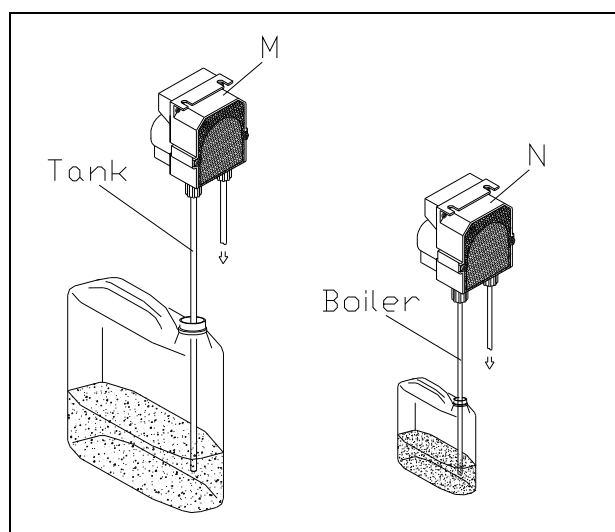

Fig. 3-4
- I dosatori di detersivo (M) (a richiesta) e brillantante (N) sono regolati dal costruttore. Nel caso si rendesse necessaria una diversa taratura agire sulla vite di regolazione degli stessi dosatori. I contenitori di detersivo e brillantante (se non in dotazione all'apparecchio) vanno posti presso la macchina ed il prelievo viene effettuato attraverso i tubi di raccolta trasparente (Tank per il detersivo e Boiler per il brillantante) situati nella parte posteriore dell'apparecchio (fig.3-4).
- The detergent dispenser (M) (optional) and rinse aid dispenser (N) are regulated by the manufacturer. If the setting needs to be changed, turn the regulating screw on the dispensers. The detergent and rinse aid containers (if not provided with the appliance) should be placed next to the machine and connected to the transparent pipes fitted to the back of the appliance (Tank for the detergent and Boiler for the rinse aid) (fig.3-4).
- Die Dosierer des Reinigungsmittels (M) (auf Anfrage) und des Glanzspülmittels (N) werden werkseitig eingestellt. Für andere Einstellungen die Stellschraube der Dosiervorrichtung regeln. Die Behälter für Reinigungsmittel und Glanzspülmittel (wenn nicht mit dem Gerät mitgeliefert) müssen in unmittelbarer Nähe der Maschine stehen und die Entnahme erfolgt über die durchsichtigen Schläuche (Tank für das Reinigungsmittel und Boiler für Glanzspülmittel) an der Rückseite des Geräts (fig.3-4).
- Les doseurs du détergent (M) (sur demande) et du produit de rinçage (N) seront réglés par le constructeur. S'il vous fallait régler différemment, faire tourner la vis de réglage sur les doseurs mêmes. Les alvéoles à détergent et à produit de rinçage (si non fournies avec l'appareil) seront mises près de la machine et le prélèvement sera effectué par des tubes transparents (Tank pour le détergent et Boiler pour l'agent de brillantage) situés derrière l'appareil (fig.3-4).
- Los dosificadores de detersivo (M) (a pedido) y abrillantador (N) salen de la fábrica regulados por el Constructor. En el caso de que se necesitara una regulación distinta, usar el tornillo de dosificación de los propios dosificadores. Si los contenedores de detersivo y abrillantador no forman parte del equipamiento base, se deben colocar cerca de la máquina; el detersivo y el abrillantador se sacan a través de los tubos de toma transparentes (letrero Tank para el detersivo y Boiler para el abrillantador) ubicados en la parte trasera del aparato (fig.3-4).
- Os dosadores de sabão (M) (se requisitado) e abrilhantador (N) vem de fábrica já regulados pelo próprio produtor, caso fosse necessária uma regulação diversa, basta girar o parafuso de regulação de ambos. Os recipientes de sabão e abrilhantador (se disponíveis) devem ser colocados próximos à máquina. Tanto o sabão como o abrilhantador são recolhidos através de tubos transparentes (Tank para o sabao e Boiler para o abrilhantador) localizados na parte posterior do aparelho (fig.3-4).